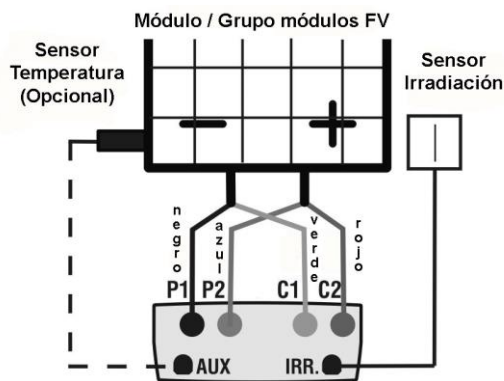

Fig. 7a: Conexión instrumento módulo/stringa FV
20. Conecte el instrumento al módulo/stringa en prueba como muestra en la siguiente Fig. 7a. En particular conecte el polo Negativo en la salida del módulo/stringa a los terminales P1, C1 y el polo Positivo en la salida del módulo/stringa a los terminales P2, C2. En el modo de activación "Auto" se recomienda el uso del accesorio opcional KITKELVIN